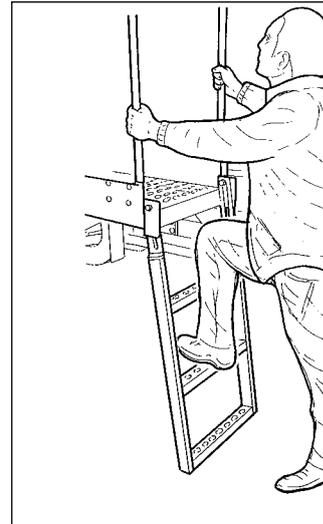

Abb. 7
- Achten Sie auf die Rutschgefahr, insbesondere bei feuchtem oder nassem Boden oder wenn die Schuhe mit Schlamm beschmutzt sind. Verwenden Sie zum Laden der Produkte die entsprechende Mischeinheit. Utilizzando la scaletta servirsi degli appositi appigli, corrimano, ecc (Abb. 7).